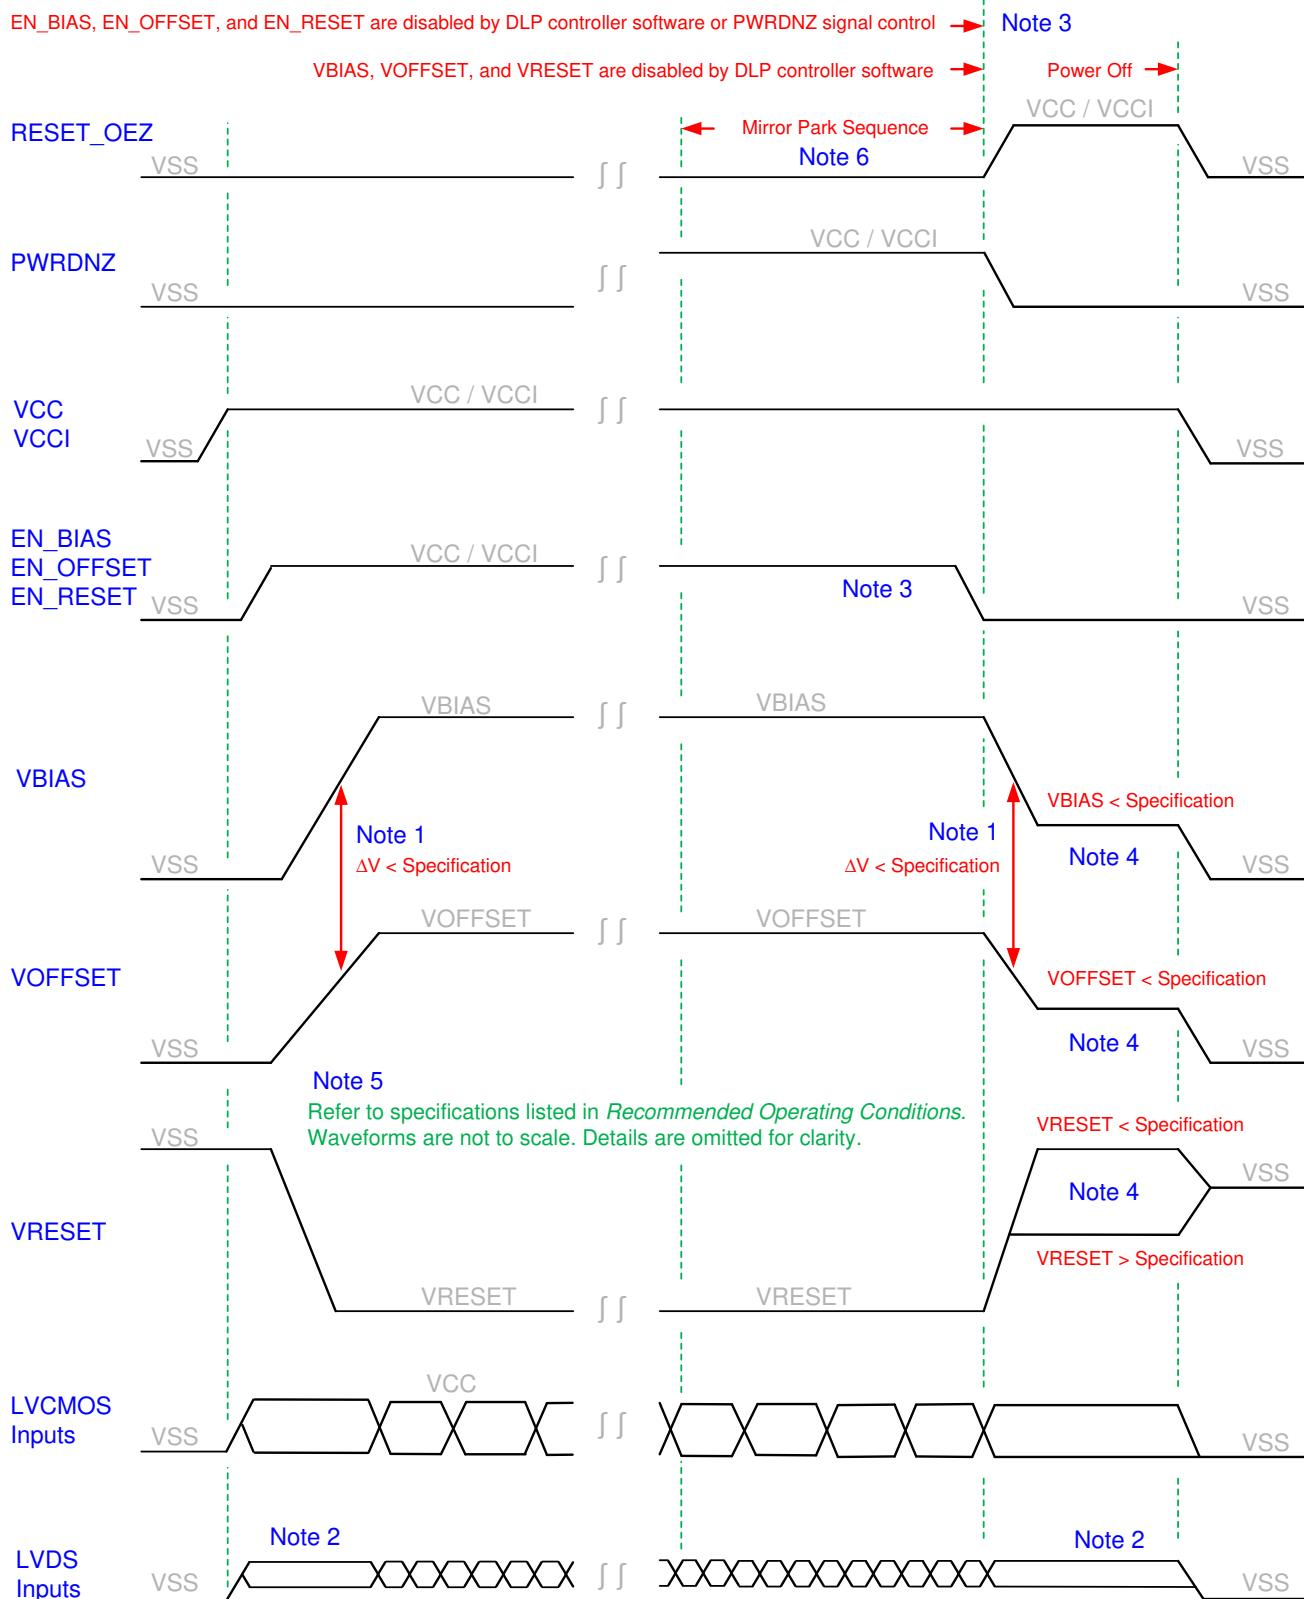

图 9-1. DMD 电源时序要求
为了确保 DMD 可靠运行，必须遵循以下电源时序要求。如果不遵循规定的上电和下电程序，则可能会影响器件的可靠性。在上电和下电操作期间必须协调 VCC、VCCI、VOFFSET、VBIAS 和 VRESET 电源。还必须连接 VSS。如果未满足以下任何要求，则会导致 DMD 的可靠性和寿命显著降低。请参见图 9-1。
- 断电期间的电源压摆率非常灵活，前提是瞬态电压电平符合绝对最大额定值、建议运行条件和图 9-1中列出的要求。